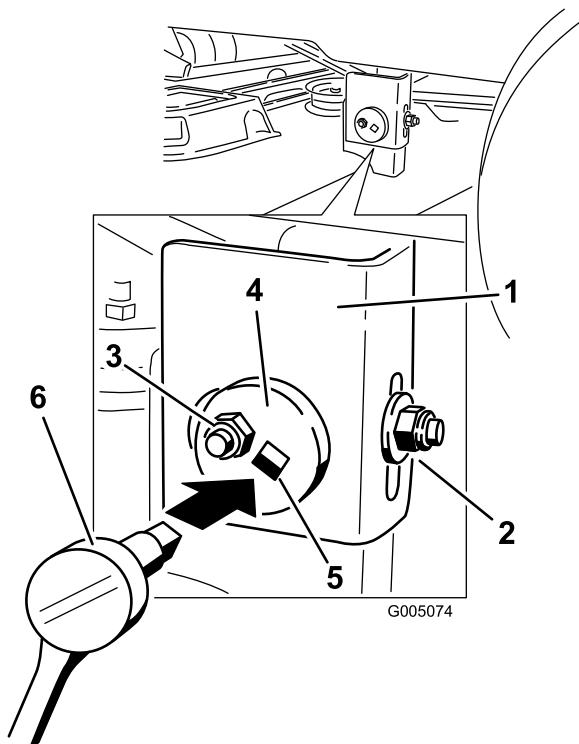

Figura 44
7. Mueva al lado izquierdo de la máquina. Afloje, pero no retire, la tuerca de bloqueo trasera de la barra de soporte (Figura 44).
8. Afloje la tuerca de bloqueo lateral de la barra de soporte lo suficiente para permitir ajustar la placa excéntrica (Figura 44). Utilice una llave de extensión de 3/8 pulgada de una llave de tubo para manipular la placa excéntrica. Utilice la llave para ajustar la altura de la plataforma del cortacésped a la altura deseada.
9. Cuando la plataforma esté en la posición deseada, apriete la tuerca de bloqueo lateral de la barra de soporte para fijar la posición nueva (Figura 44). Apriete la tuerca de bloqueo trasera de la barra de soporte.